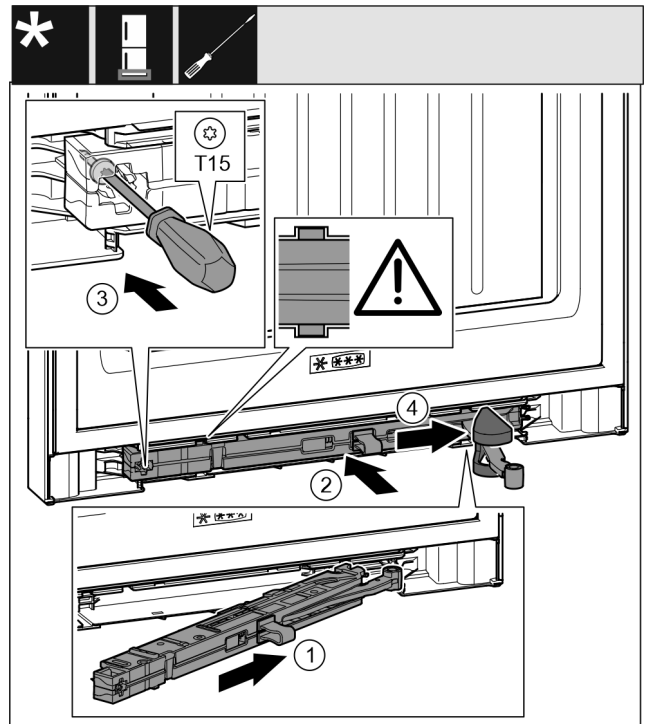

Fig. 46
- ▶ Ωθήστε τη μονάδα αποσβεστήρα κλεισίματος στην πλευρά του στηρίγματος μέχρι να τερματίσει λοξά στην εγκοπή. Fig. 46 (1)
- ▶ Ωθήστε τη μονάδα αποσβεστήρα κλεισίματος πλήρως στην εγκοπή. Fig. 46 (2)
- ▶ Σφίξτε τη βίδα με κατσαβίδι T15. Fig. 46 (3)
- ▶ Ωθήστε το κάλυμμα πάνω από την άρθρωση. Fig. 46 (4)